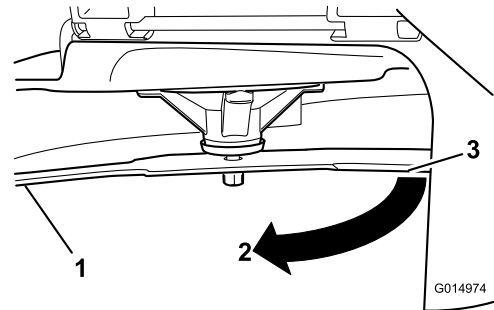

**Figure 66**
2. Enfilez des gants épais ou utilisez une autre protection adéquate pour les mains, et faites tourner la lame lentement jusqu'à une position permettant de mesurer la distance entre le tranchant et la surface plane sur laquelle se trouve la machine (Figure 66).